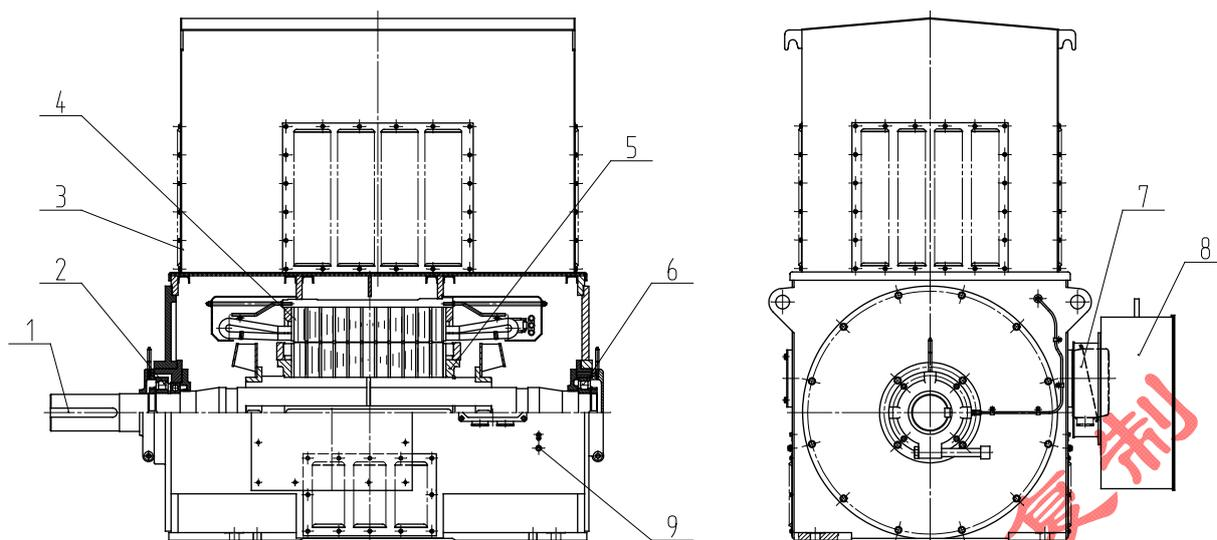

图 1-4 开启式鼠笼型(Y)系列电动机结构示意图 (主视图半剖)
1.4.3.3 开启式鼠笼型 (Y) 电动机(图 1-4 为滚动轴承结构电机, 滑动轴承结构与此类似), 安装